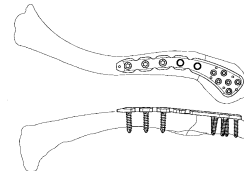

図13
- 16) イメージインテンシファイヤー(X線透視)でインプラントの状態を確認し、縫合して手術を終了します。(図13)